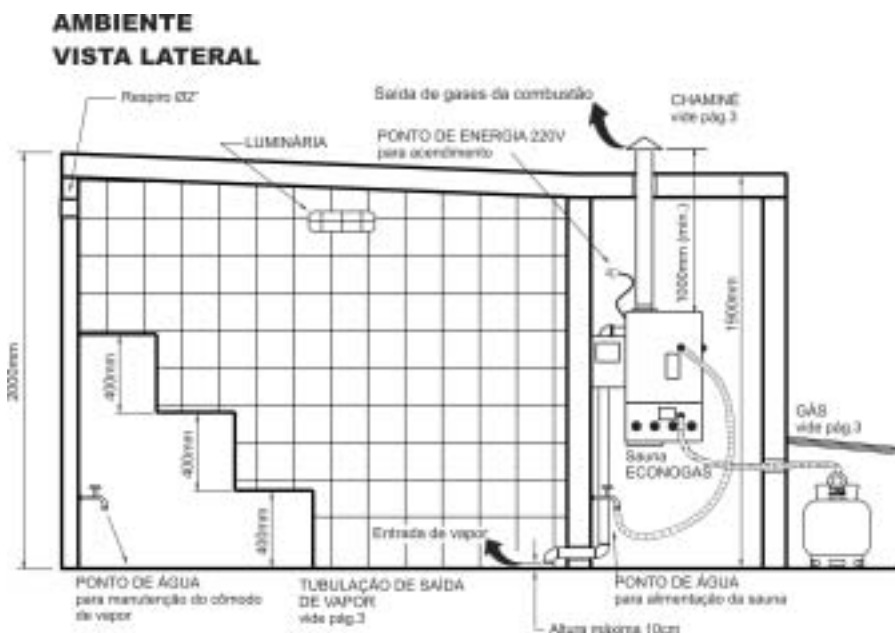

Fig..8
A construção do ambiente e cômodo de vapor devem obedecer normas básicas de segurança e funcionamento, a seguir estão exemplificados os quesitos de maior importância que devem ser previstos na construção, com auxílio das figs. 8 e 9.
O cômodo de vapor possui detalhes construtivos e normas de suma importância para segurança e manutenção do mesmo, a seguir, serão citados seus principais tópicos, com auxílio das figs. 8 e 9.
- Monte a tubulação de saída de vapor, seguindo a altura máxima de 10cm do piso, vide fig.8 pag. 5.